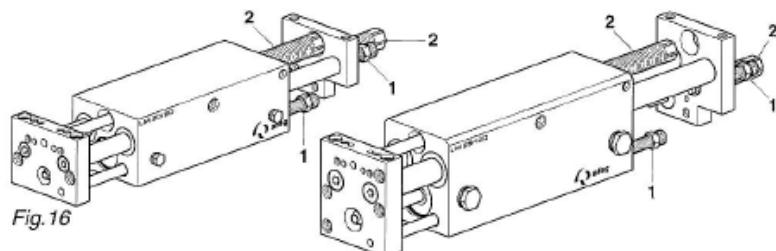

Fig. 16
(Fig. 16) **Linéaire module** La fourniture standard comprend deux vis d'arrêt AS 08/40 (1) et deux amortisseur SD 14/16 (2) pour le réglage de fin de course.